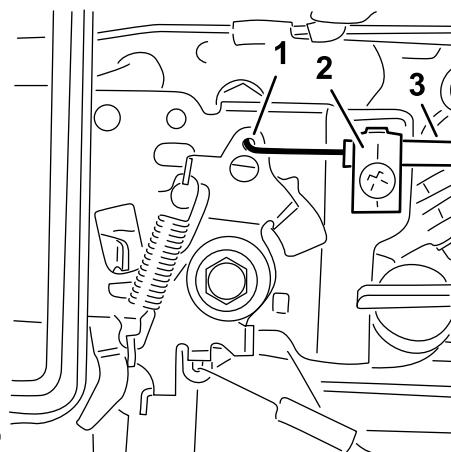

**Figura 7**
4. Pase el cable del sistema de autopropulsión por fuera del manillar, a través del orificio del lado izquierdo del alojamiento, y conecte el extremo del cable (Figura 7).